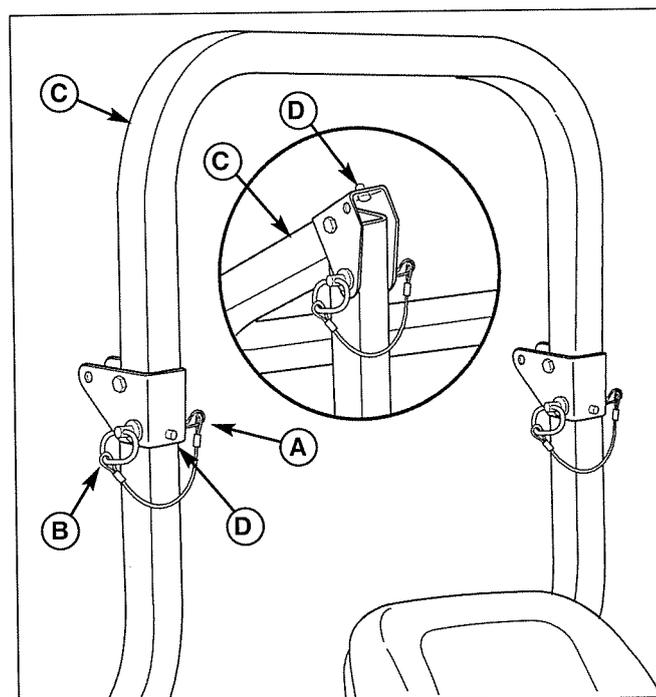

Figure 15. Montée et abaissement de l'arceau de sécurité
1. Sortir les goupilles en épingles à cheveux (A, figure 15) des goupilles de retenue (B).
2. Pousser ou tirer le haut de l'arceau de sécurité (C) vers l'avant contre les butées en caoutchouc (D) et retirer les goupilles de retenue (B).
3. Abaisser l'arceau de sécurité et remonter les goupilles de retenue et les goupilles en épingles à cheveux pour fixer l'arceau de sécurité en position abaissée (voir encadré, figure 15).